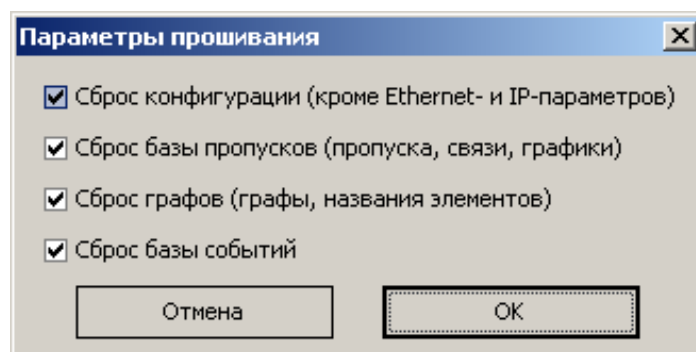

Рисунок 28
7) появится окно параметров прошивания (Рисунок 28). Выбрать все параметры и нажать «ОК»;